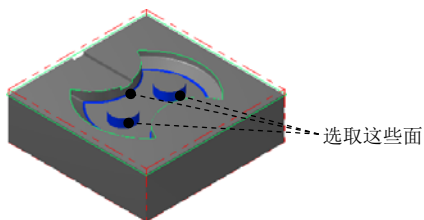

图 22.26 选取干涉面
(2) 单击 **检测** 区域中的  按钮，选取图 22.26 所示的面为干涉面（共 10 个），然后按 Enter 键，系统返回至“刀具路径的曲面选取”对话框。